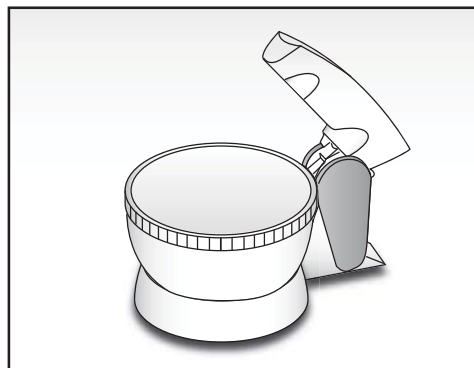

Fig. 2
- Поместить чашу (А) на отведенное место (Рис. 2).